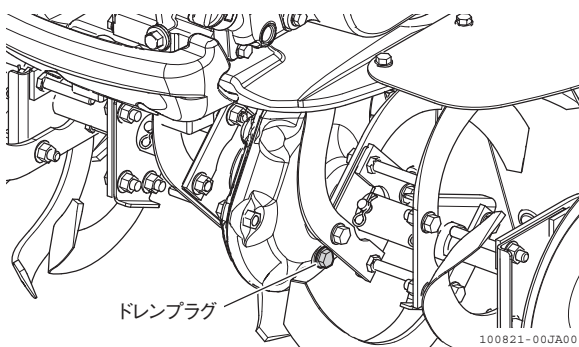

図 4-19 交換のしかた
2. 爪軸を外し、ミッションケースの下部にあるドレンプラグの下に、古いミッションオイルを受ける容器を置きます。(図 4-19)